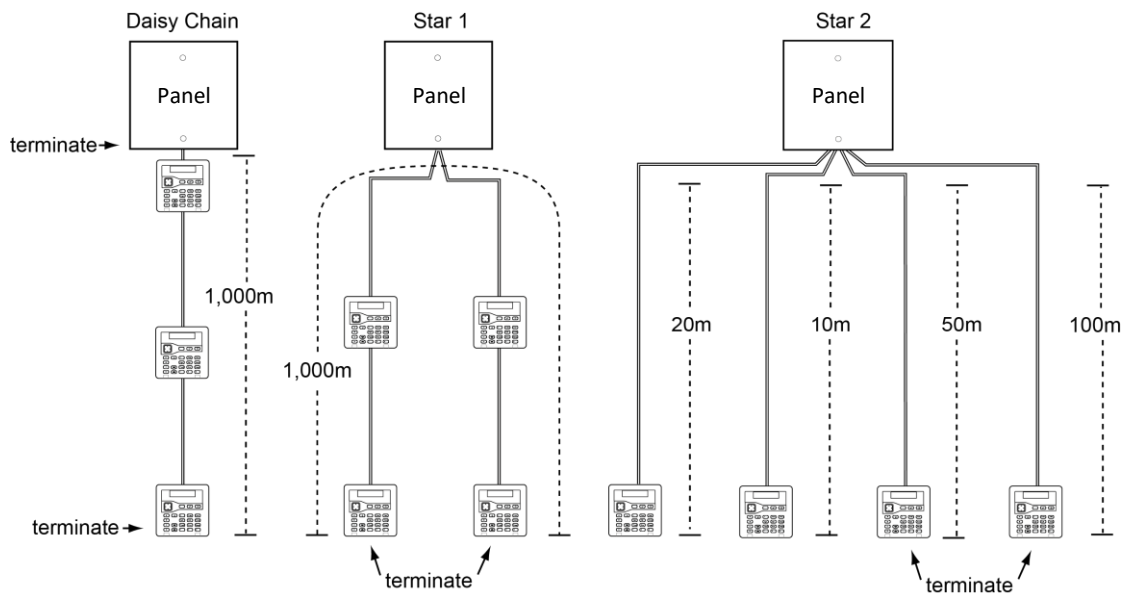

Abbildung 5: Busabschluss
Sie können Geräte entweder in Reihenschaltung (seriell) oder sternförmig (parallel) an die Zentrale anschließen (Abbildung 5, Seite 20). Bei Sternkonfigurationen sollte die Kabellänge von der Zentrale zum am weitesten entfernten Bedienteil kurz gehalten werden und 100 m nicht überschreiten.
In einer Reihenschaltung stecken Sie die Abschlussbrücken in das Gerät am Ende der Kette. In einer Sternkonfiguration schließen Sie an den beiden Geräten an den Enden der längsten Kabel ab (Abbildung 5).
Sie können bis zu 10 verdrahtete Melder (0 bis 9) an die Zentrale anschließen, indem Sie die Verdrahtungsmethode "Fully-Supervised Loop" (FSL), "4-wire Closed Circuit" (CC) oder "2-wire CC" verwenden (Abbildung 5, Seite 20). Sie müssen für alle Melder die gleiche Methode verwenden. Bei Verwendung der 4-Draht-CC-Methode wird die Anzahl der Meldergruppen halbiert und mit 1-5 nummeriert.